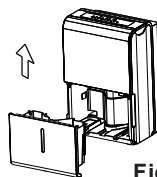

Fig.2
- Jetez l'eau et remettez le compartiment en place (voir fig. 2). Le compartiment doit être correctement et fermement mis en place pour garantir le bon fonctionnement du déshumidificateur.